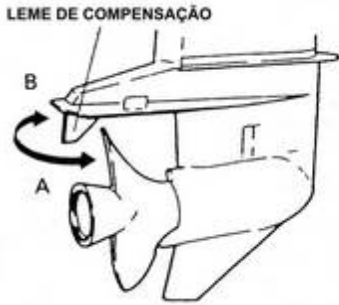

Fig. 47
- Se o barco tender para a direita, ajuste o leme na direção A (Fig. 47)
- Se o barco tender para a esquerda, ajuste o leme na direção B (Fig. 47)